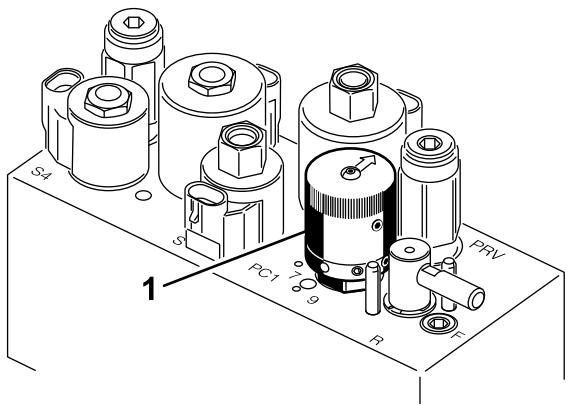

Bild 30
4. Drehen Sie zum Einstellen der Spindeldrehzahl das Handrad (Bild 30), bis die Zeiger auf die Nummer zeigen, die der gewünschten Einstellung entspricht.